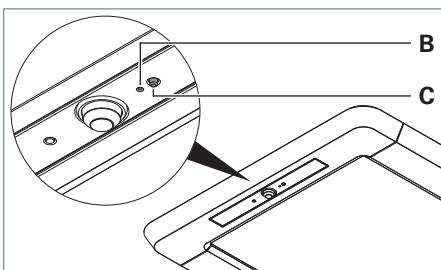
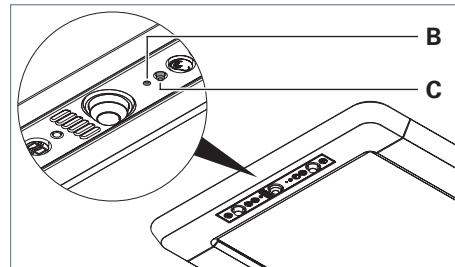

Fig. 28: Bedienelement einlernen, Ausführung R.
Fig. 29: Bedienelement einlernen, Ausführung RX.
- ▶ Drücken Sie die Taste in der Öffnung **B** mit dem Ende einer aufgebogenen Büroklammer, siehe Fig. 28 und siehe Fig. 29.
- ▶ Drücken Sie die Taste **C**, siehe Fig. 28 und siehe Fig. 29.
- ▶ Drücken Sie die Taste **C** und halten Sie diese Taste gedrückt, siehe Fig. 28 und siehe Fig. 29.